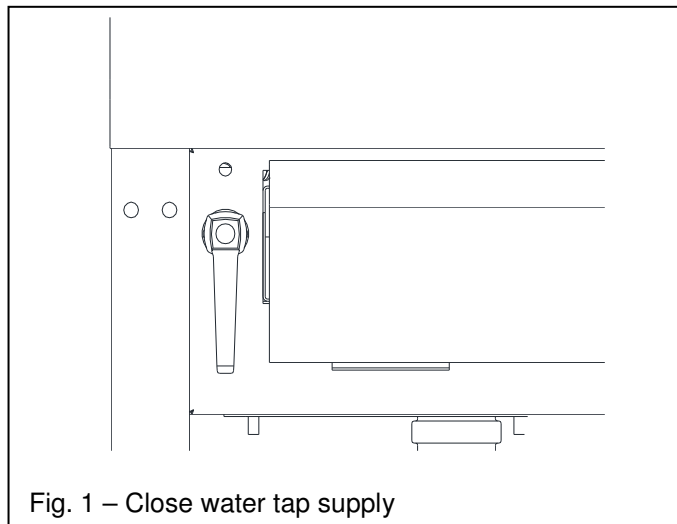

Fig. 1 – Close water tap supply
3.1 Apertura rubinetto carico acqua (Fig. 1 – 2)
3.1 Open water supply (Fig. 1 – 2)
3.1 Ouvrir le robinet d'arrivée d'eau (Fig. 1 – 2)